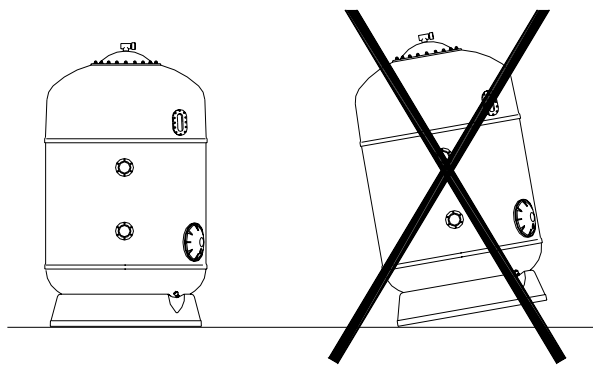

Fig. 2
- Mettere i filtri nella loro sede definitiva tenendo in considerazione che la base deve rimanere perfettamente appoggiata al pavimento e sopra un piano completamente orizzontale (fig. 2).